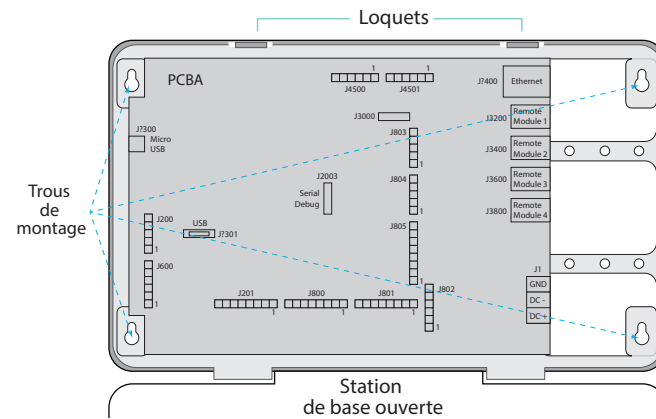

Fig. 1.2
- 3** Si vous remplacez un produit HME existant, tel que l'EOS®, et que vous installez la station de base à proximité de celle que vous remplacez, vous pourriez être tenté de réutiliser les fils ou câbles existants sans en installer de nouveaux. Cependant, le client a fait l'acquisition d'un nouveau système qui nécessite la pose de nouveaux câbles. Ouvrez la station de base et marquez l'emplacement de montage sur le mur à travers les quatre trous de montage à chaque coin à l'intérieur de la station de base (voir Fig 1.2). Montez la station de base à l'aide du matériel fourni.